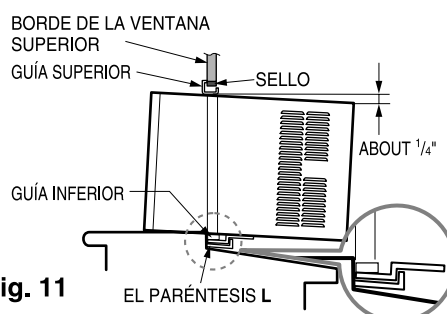

Fig. 11
- b A la vez que estabiliza al acondicionador, baje con cuidado la hoja de la ventana hasta que quede detrás de la guía situada en la parte superior del acondicionador de aire, como se muestra en la Fig. 11